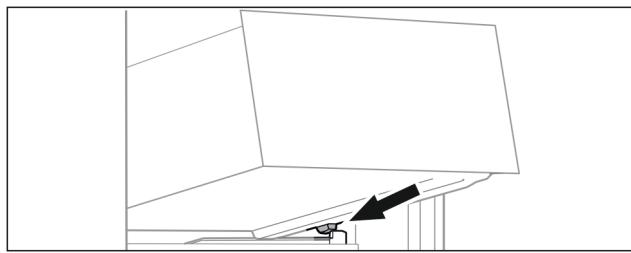

Fig. 69
- Nasadte zásuvku šikmo za zarázkami na rebro nádoby. (pozri Fig. 69)